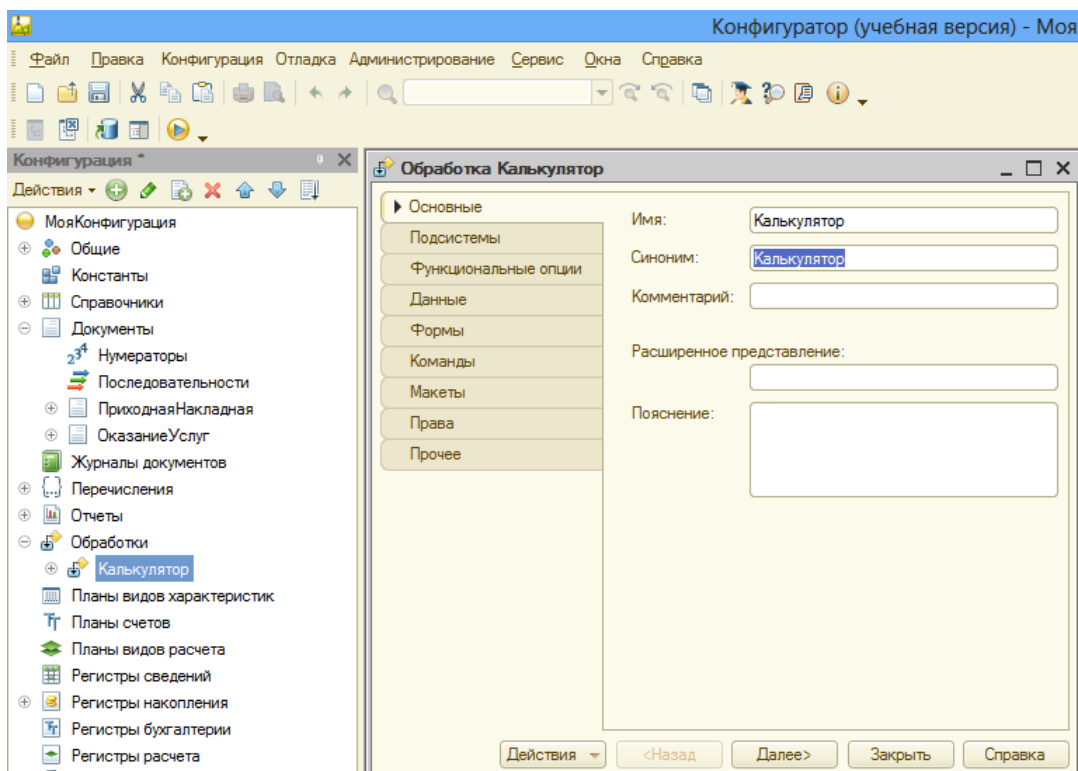

Рисунок 125 Создание внутренней обработки
1. Добавьте новую внутреннюю обработку с помощью контекстного меню. Укажите **имя, синоним и расширенное представление** (рис. 125).